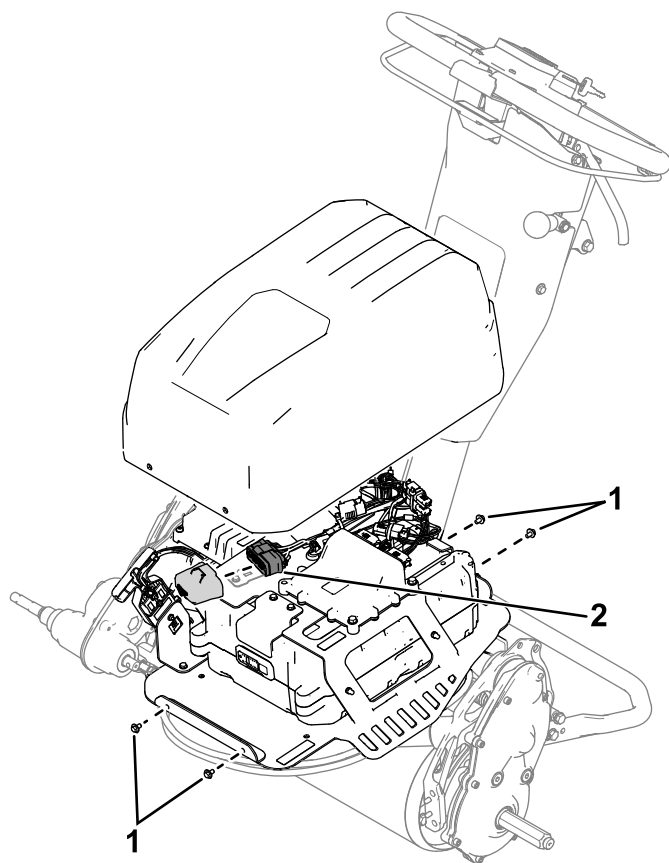

Figure 35
2. Retirez les 4 vis (Figure 35) qui fixent le couvercle de la batterie et déposez le couvercle.